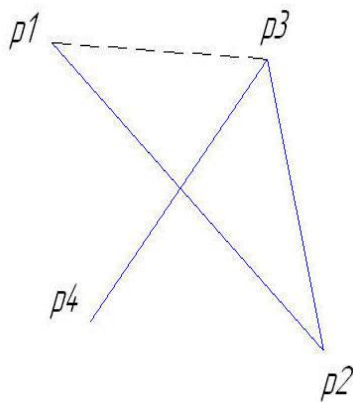

Рис. 1.7. Отрезки
**Задание:** Постройте следующие отрезки и обозначьте (подпишите) точки (рис. 1.7):
В итоге ваших действий должно получиться примерно следующее (рис. 1.7):